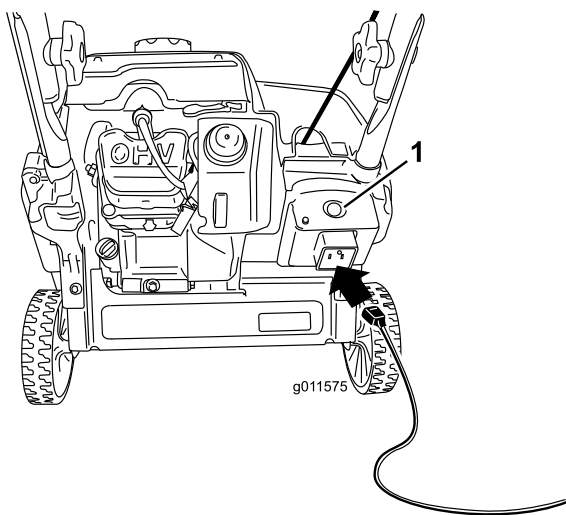
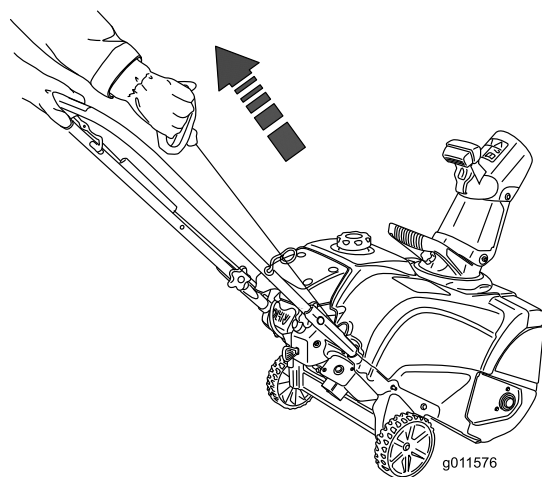

Bild 18
Bild 19
- Stecken Sie ein Verlängerungskabel in eine Steckdose und in die Maschine und drücken Sie die Elektrostartertaste ((Bild 18) oder ziehen Sie am Rücklaufstartergriff (Bild 19).